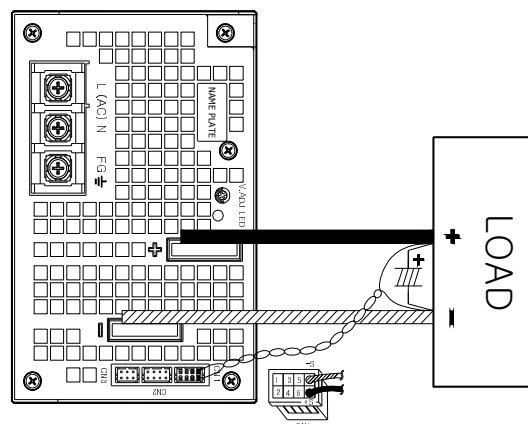

Fig. 2-2 Remote sensing Connection
- Remote sensing 기능을 사용할 경우 Fig. 2-2와 같이 연결합니다.